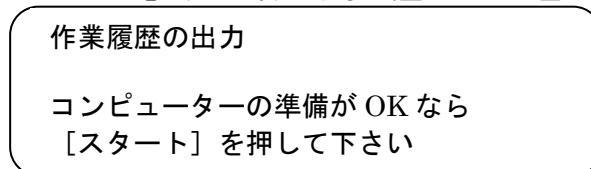

図 36 履歴出力待機画面（コントローラ）
- ② コントローラの「3」キーを押します（図 36 の画面になります）